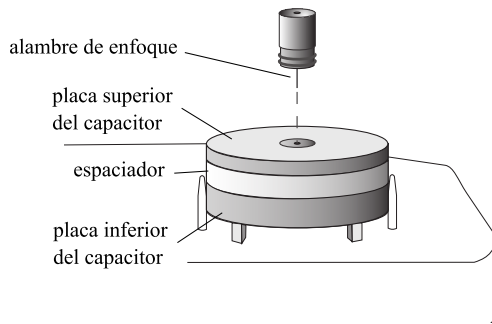

Figura 1.4: El alambre de enfoque se introduce en la cámara de las gotas
1. Desenrosque el alambre de enfoque de su lugar de almacenamiento en la plataforma y cuidadosamente insértelo en el agujero en el centro de la placa superior del capacitor. (Figura 1.4).